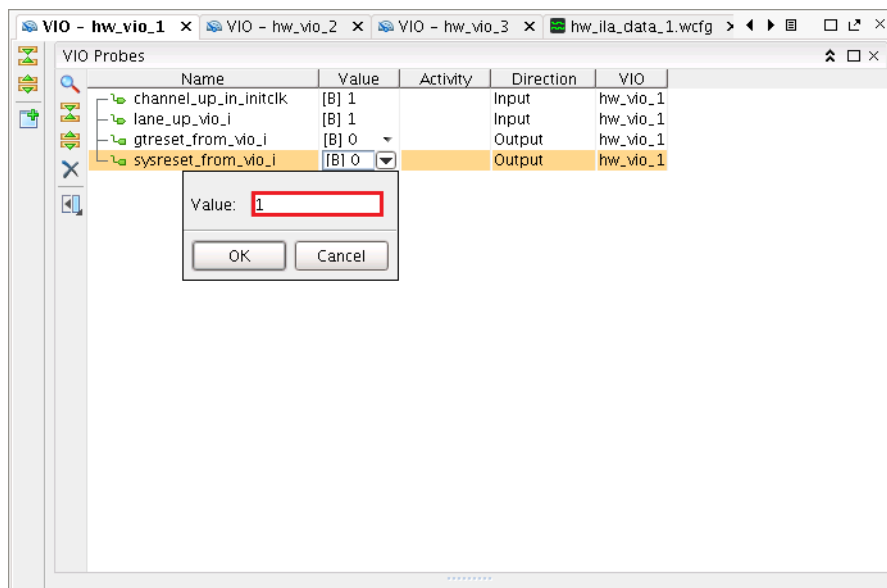

図 26 : リセット信号のトグル
5. 各信号について [Value] 列の値をクリックしてリセット信号をトグルします (図 26 参照)。「1」または「0」を入力して [OK] をクリックします。